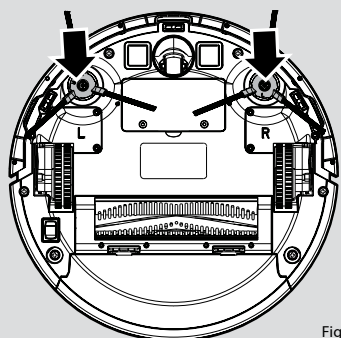

Fig. 3
6. Pres de to drejende børster mærket L og R ned på beslagene, indtil de klikker på plads. Vær opmærksom på lokationen af L og R på enheden, samt på børsterne. [Fig. 3]